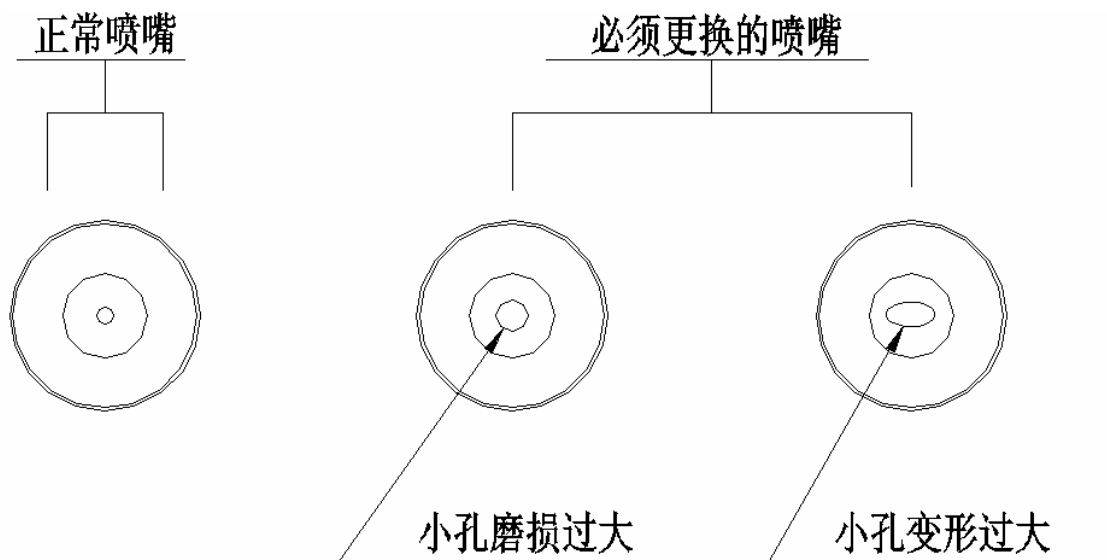

图 7 喷嘴烧损示意图
(2) 喷嘴的中心孔烧损到一定程度而影响切缝质量时，应及时更换。见图 7